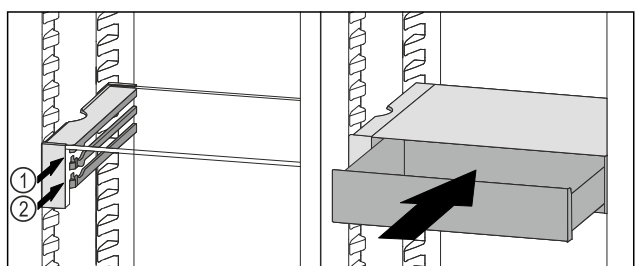

Fig. 134
- 将 VarioSafe 抽屉放置在所需肋梁 Fig. 134 (1) 或 Fig. 134 (2) 上的止动器后面。